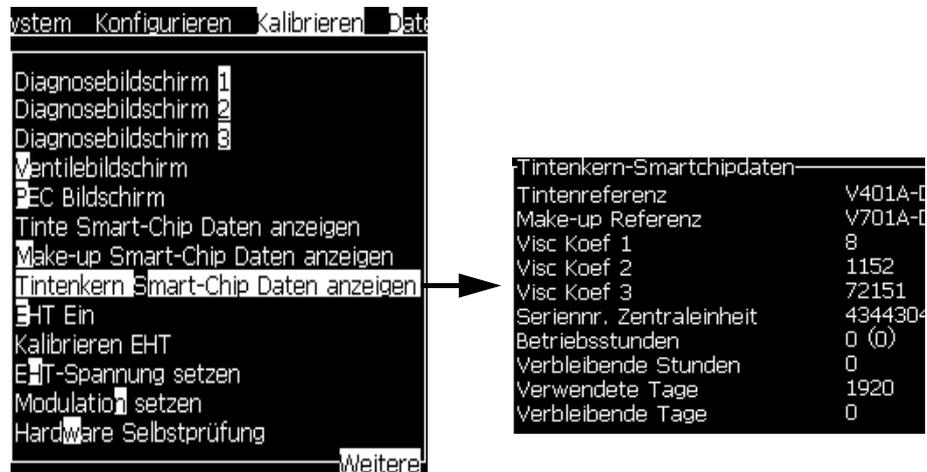

Abbildung 4-17: Smart-Chipdaten des Tintenkerne anzeigen
- 1 Rufen Sie das Menü „Kalibrieren“ auf und wählen Sie „Smart-Chipdaten des Tintenkerne anzeigen“ aus (Abbildung 4-17), um die Betriebsstunden sowie die genutzten und verbleibenden Tage des Tintenkerne anzuzeigen. Die Betriebsstunden des Tintenkerne werden erst nach dem Auswechseln des Tintenkerne zurückgesetzt.